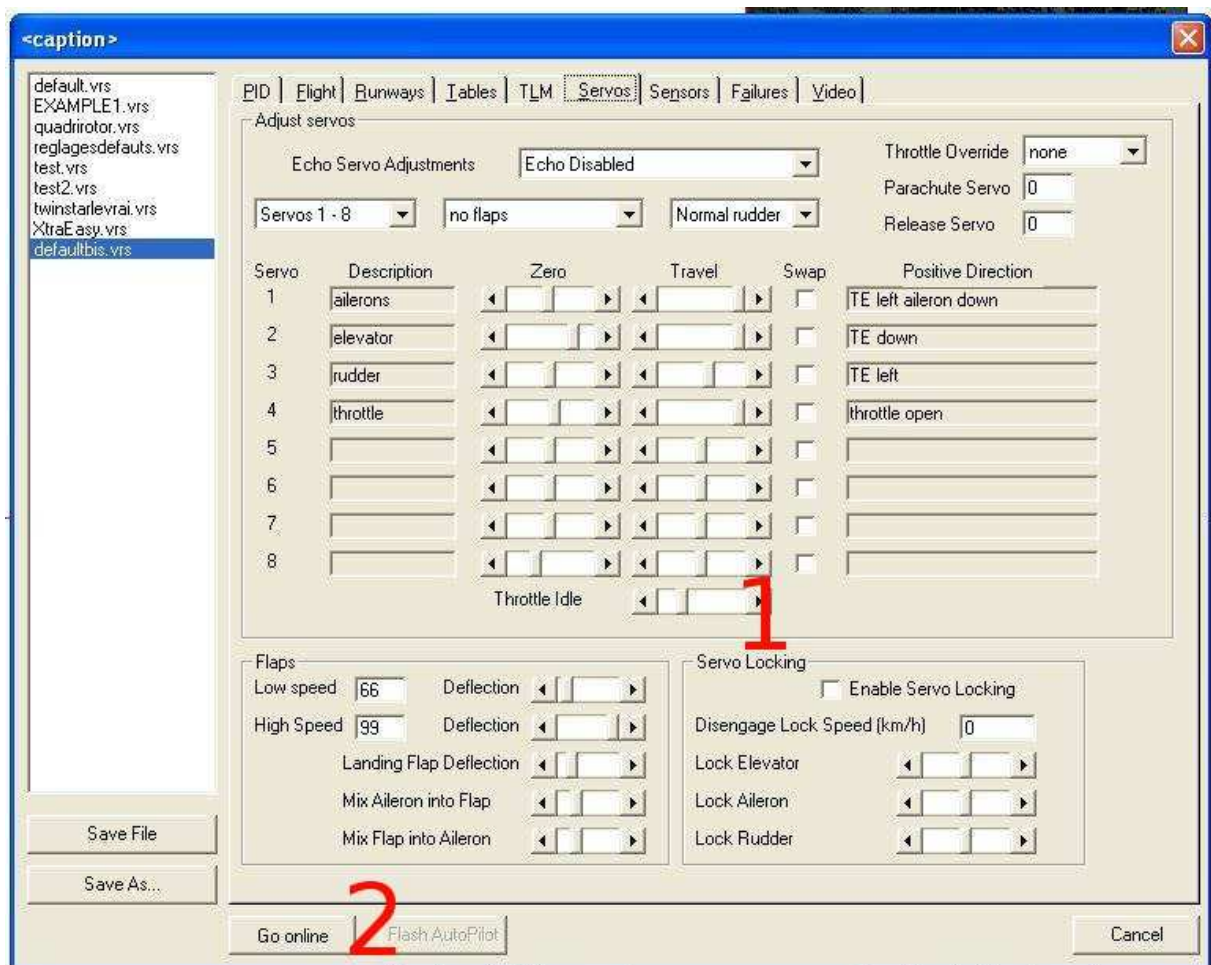

Figure IV.3 : onglet « Servos » des réglages du pilote automatique
- Les zéros des servomoteurs. Il faudra que la position des zéros coïncide avec la position des servomoteurs lorsque la radiocommande est au neutre (d'où l'importance du réglage des trims). Tous les réglages suivants sont accessibles depuis l'onglet « Servos » des réglages du pilote automatique (Figure IV.3).
- Le point bas des gaz : « Throttle Idle » (Figure IV.3, repère 1). **Il faut prêter une attention particulière à ce réglage.** On pourrait penser que mettre ce point bas au minimum ne pose aucun problème vu que nous utilisons des moteurs électriques qui ne risquent pas de caler. Pourtant, régler le point bas de cette manière empêchera le variateur de s'initialiser. En effet, lors de son initialisation, la carte Micropilot est en mode automatique et bloque l'accès aux servomoteurs (ils ne répondent pas à la radiocommande). Le premier signal que le variateur reçoit est donc le point bas du pilote automatique. Si celui-ci a été réglé trop bas, la radiocommande ne pourra pas le reproduire pour terminer l'initialisation du variateur, une fois l'initialisation de la carte terminée. Il sera donc impossible de faire démarrer les moteurs.
Tous ces réglages peuvent être fait à partir du logiciel Horizon, soit en décalé en modifiant un fichier vrs et en le transmettant à la carte, soit en temps réel sur le pilote automatique en cliquant sur « Go online » puis « Flash Autopilot » pour enregistrer les réglages (Figure IV.3, repère 2). Cette dernière méthode permet de vérifier les conséquences des changements en direct, ce qui est plutôt pratique.
On vérifie ensuite, en bougeant l'avion dans différentes positions, que les gouvernes se déplacent bien de manière à ramener l'avion en position stable (à l'horizontale). Si ce n'est pas le cas, il faut cocher la case « swap » à côté du servomoteur correspondant (Figure IV.3).